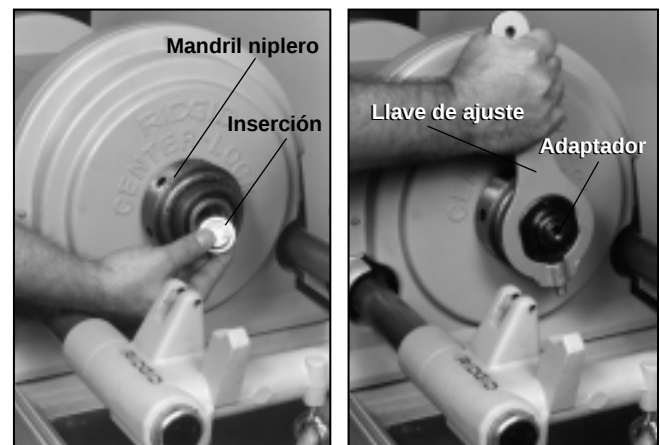

Figura 16 – Instalación de la pieza de inserción y de los adaptadores
2. Instale el mandril No. 819 y el adaptador No.839 (*Figura 16*)